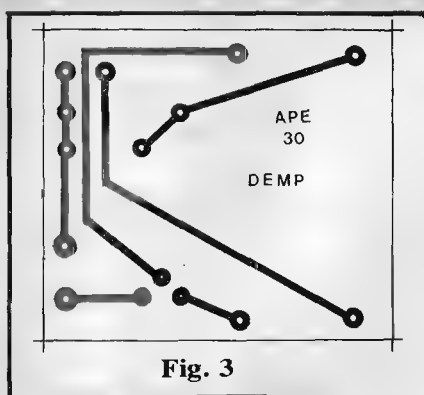

Fig. 3
- FIG. 3 - A plaquinha de Circuito Impresso específica para o DEMP é de confecção facilíssima, tendo seu **lay out**, em escala 1:1, na figura. São muito poucas as ilhas e pistas e bastam os cuidados mínimos e elementares, para realizar a dita placa com perfeição... De